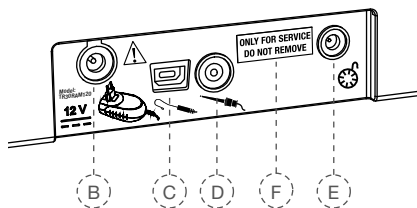

Fig. 3: Conexões na parte traseira
Através da tomada USB (Fig. 3 - F) podem ser feitos updates e manutenções. Esta tomada destina-se exclusivamente ao uso por pessoal autorizado. No estado original do fornecimento a tomada está coberta por uma etiqueta com as inscrições "ONLY FOR SERVICE - DO NOT REMOVE" (apenas para trabalhos de manutenção - não retire). A etiqueta só deve ser retirada por pessoal autorizado.
3. Introduza o conector do cabo do carregador de bateria na tomada correta na parte traseira do aparelho (Fig. 3, B).
8. Introduza o conector do cabo do pedal na respectiva tomada (Fig. 3, E) na parte traseira da unidade de comando.
10. Ligue o conector do cabo do clipe labial na respectiva tomada (Fig. 3, C) na parte traseira da unidade de comando.
12. Ligue o conector do cabo da ponteira na respectiva tomada (Fig. 3, D) na parte traseira da unidade de comando.